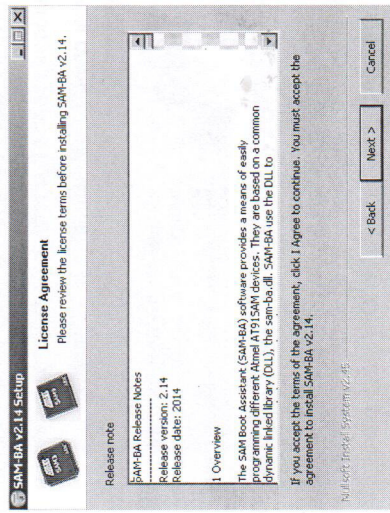

Рисунок 2.8 – Окно с комментариями к версии программного обеспечения
2.2.6.4 Далее необходимо ознакомиться с комментариями к версии программного обеспечения и нажать на кнопку «Next» (рисунок 2.8).